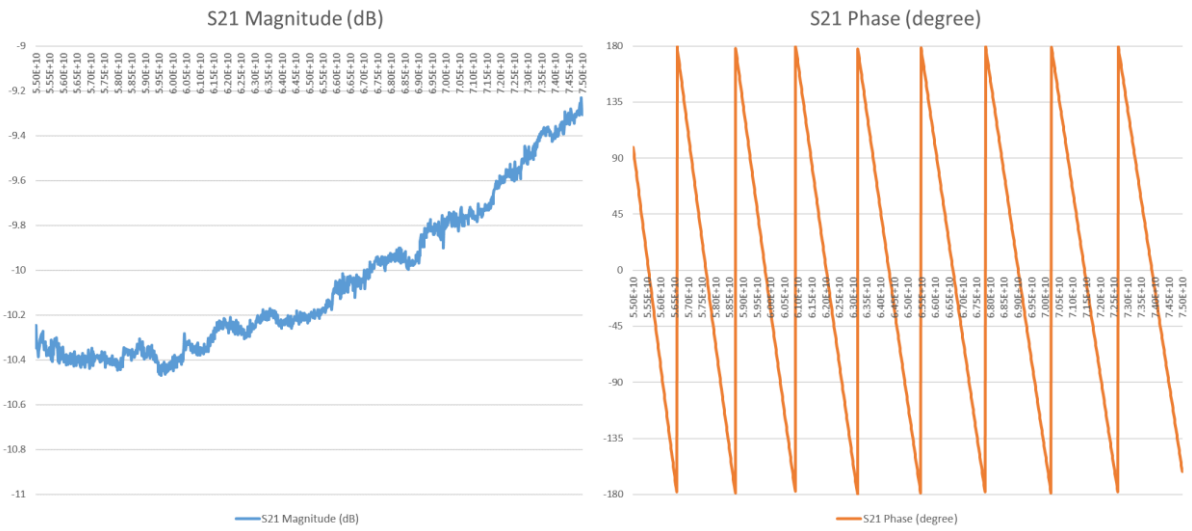
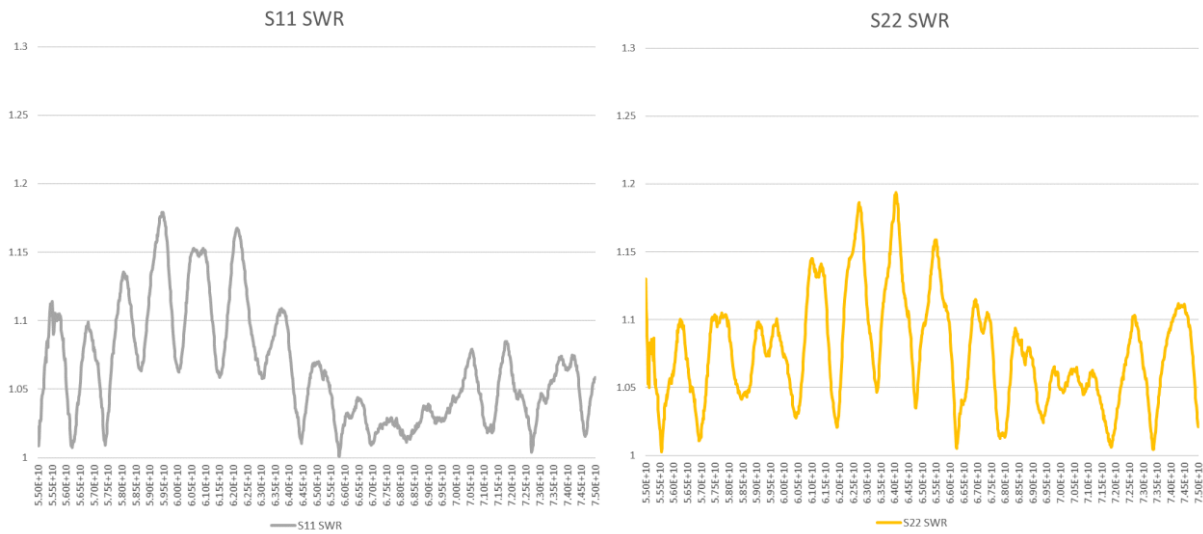

图 3-10 WR-15 波导衰减件 S21 幅度和相位测试结果
图 3-11 WR-15 波导衰减件 S11、S22 驻波比测试结果
12. 该波导衰减件的 S21 幅度和相位测试结果如图 3-10 所示，S11、S22 驻波比测试结果如图 3-11 所示。